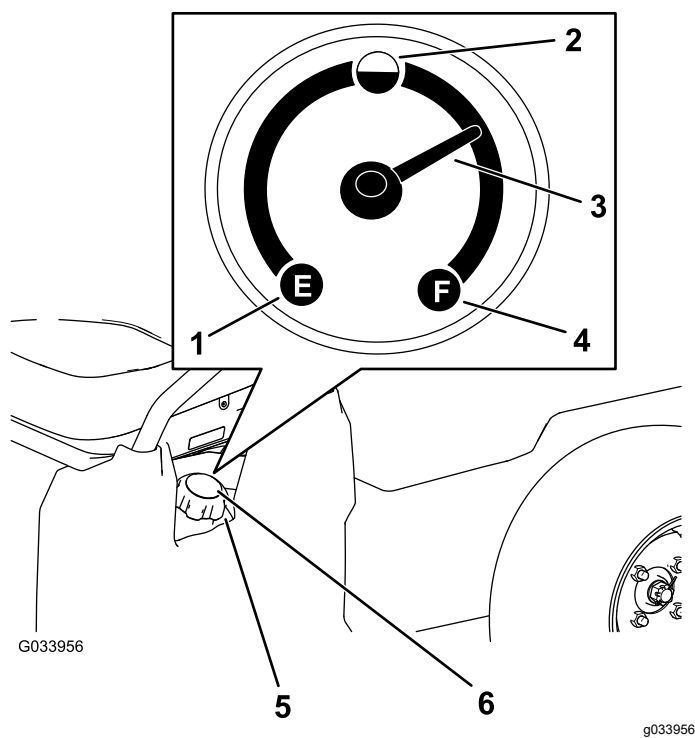

Figura 16
5. Limpie la zona alrededor del tapón del depósito de combustible (Figura 16).